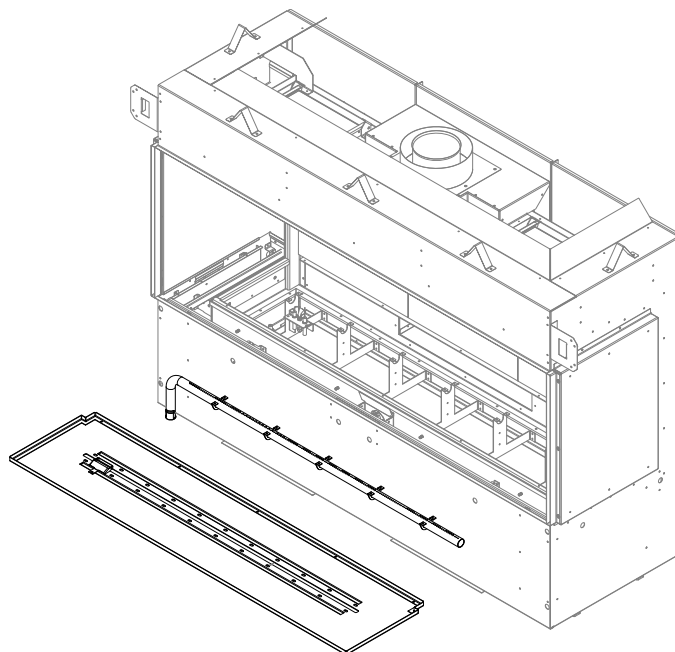

Figure 7.9 - Retrait du plateau à braises intérieur et du tube de brûleur
3. Pour réinstaller, inversez les étapes ci-dessus. Voir la Figure 7.9.